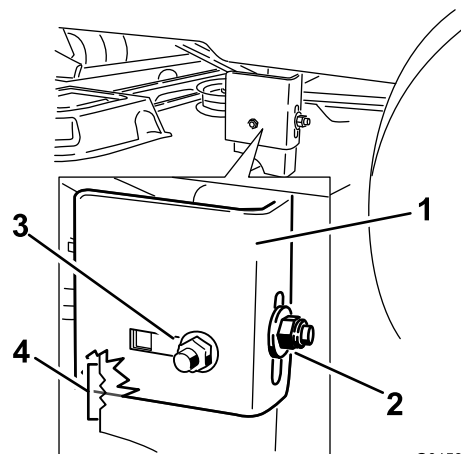

**Figure 58**
- Faites pivoter les lames avec précaution pour qu'elles soient toutes parallèles (Figure 57 et Figure 58).
5. Mesurez la distance entre les tranchants extérieurs et la surface plane (Figure 57 et Figure 58). Si les deux mesures diffèrent de plus de 5 mm, un réglage s'impose. Poursuivez la procédure.